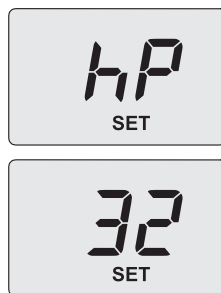

Figura 9.12
- Utilizzare i tasti 14 o 15, sul display LCD le lettere **hP** si alternano con il valore di temperatura minimo dell'acqua di riscaldamento (es. **32**) e compare la scritta "**SET**", indicanti l'entrata nell'attivazione della "funzione spazzacamino" alla potenza minima in riscaldamento (Figura 9.12).